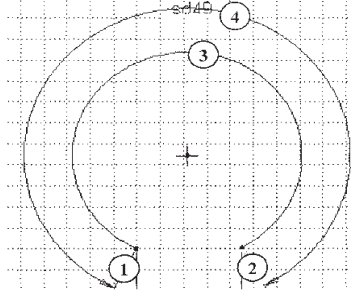

Рис. 2.41. Второй вариант простановки углового размера
На рис. 2.41 показан еще один вариант простановки угловых размеров: левой кнопкой мыши выбираются концы дуги (1, 2), сама дуга (3) и средней — место расположения символа углового размера (4).